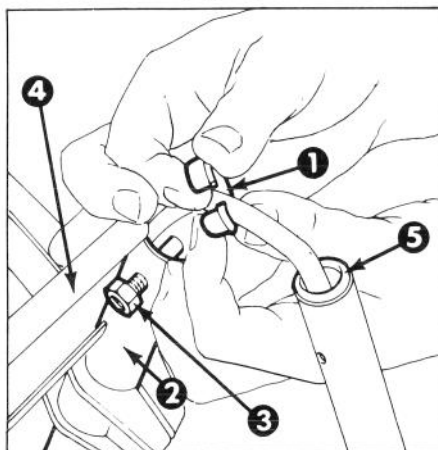

Figure 2
2. Enlevez et jetez le manchon inséré dans le manche inférieur côté droit pour fin d'expédition, puis enlevez les deux écrous de blocage et boulons carrossiers qui retiennent la plaque de commande au manche inférieur et enlevez la plaque de commande (Fig. 2).
REMARQUE: N'enlevez pas le manchon dans le manche supérieur (Fig. 2).